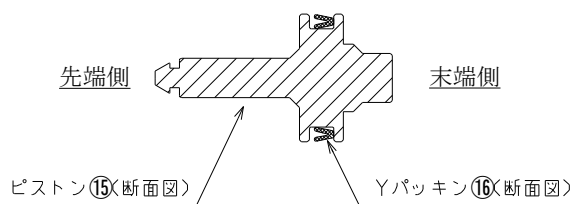

図 4. 組付け時の Y パッキンの向き
- 註) (1) ☆印面はシール面となるために、傷、ゴミ等のないことを確認して組付けてください。
(2) オリフィス部・シール面にゴミ・異物が付着していない事を確認してください。
(3) ピストン⑮と Y パッキン⑯を組み付ける際は向きに注意してください。
(Y パッキン⑯の溝をピストン⑮の先端側に向けて組み付けてください。) (図 4 参照)